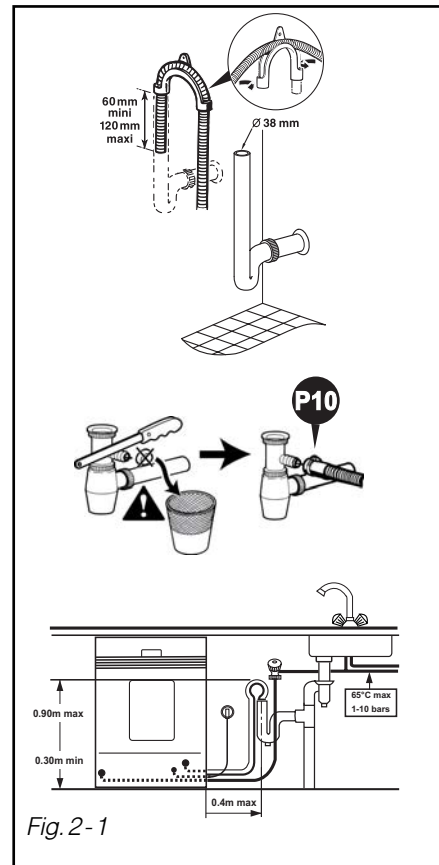

Fig. 2-1
- A un sifón ventilado (Fig. 2-1).
- A un sifón sumidero (Fig. 2-1).
El empalme para la evacuación debe encontrarse a una altura comprendida entre 0,30 m (mínimo) y 0,90 m (máximo) del suelo (Fig. 2-1).